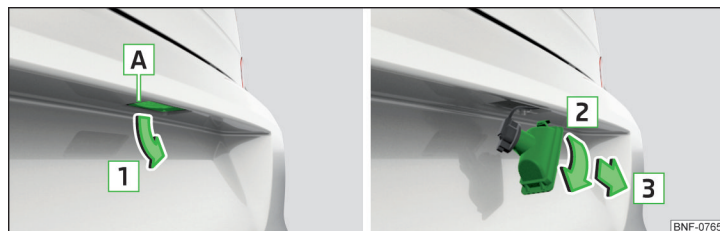

Fig. 146 Afmontering af nummerpladelygte
- Stik en skruetrækker ind i spalten i området **A** » Fig. 146, og løsn lygten i pilens retning **1**.